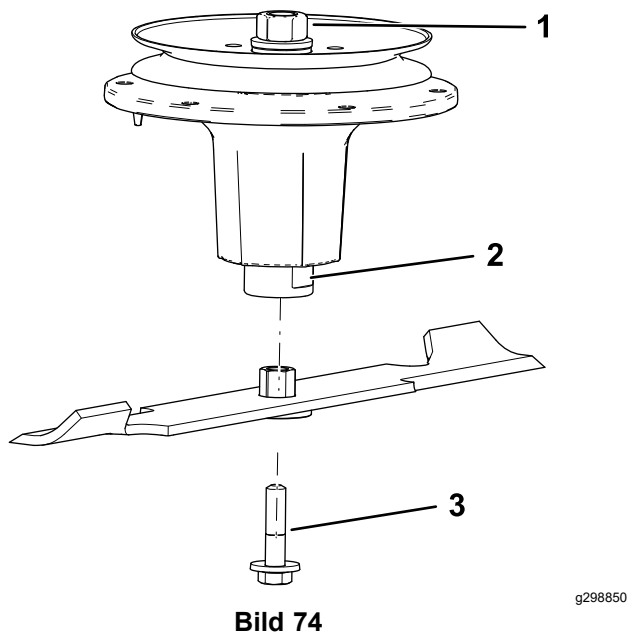

Bild 74
2. Montieren Sie die Buchsen-/Messersbaugruppe auf der Spindelwelle (**Bild 74**).